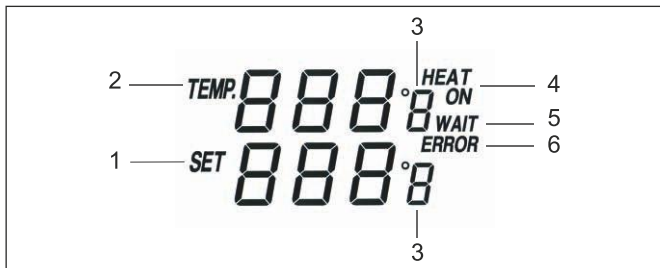

Fig.83: ЖК-дисплей
*Если паяльник не подключен или неисправен, при включении паяльной станции раздается предупреждающий сигнал, а на дисплее мигает надпись «ERROR» - ошибка. См. также рис. 83.*